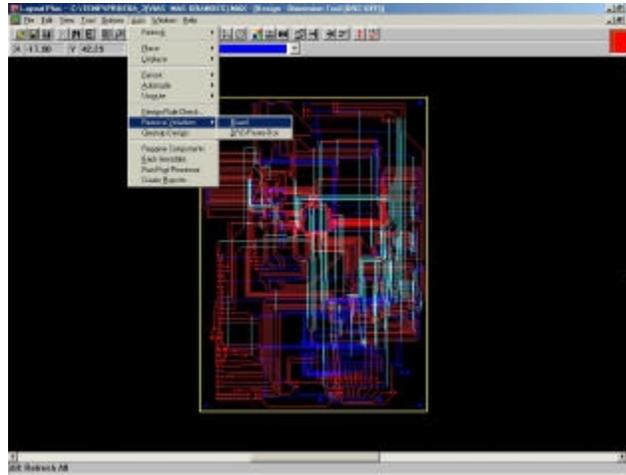

Figura 4.30 Removiendo las violaciones.
- 1 En el Menú *Auto* seleccione *Remove Violations* y dé clic en *Board* (ver figura 4.30).